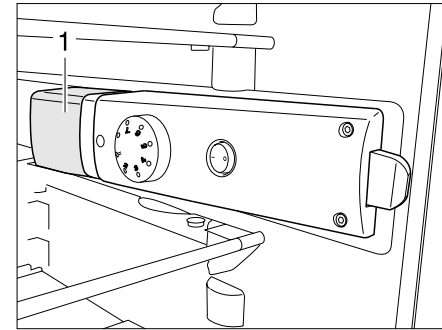

Bild 71 Kühlschrankleuchte
- ▶ Von hinten unter die Leuchtenabdeckung (Bild 71,1) fassen und Leuchtenabdeckung ca. 3 mm anheben.